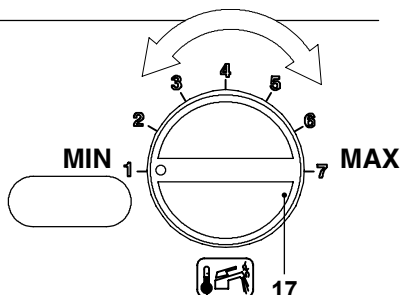

Figura 7.7
- Ruotare la manopola regolazione temperatura sanitari 17 in Figura 7.7 al minimo, sul display LCD compare la seguente visualizzazione (la sequenza **P09** si alterna a **01**).